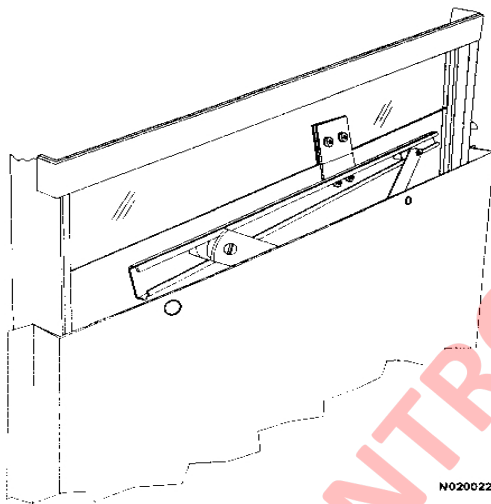

FIGURA 2-7
- Baje cuidadosamente el panel de la puerta unas pocas pulgadas. Sujete el vidrio en la parte superior para evitar que se caiga. Deslice el panel de la puerta hacia la cabina para desenganchar el rodillo del regulador de la ventana (Figura 2-7) del riel en la parte inferior del vidrio. Saque el panel de la cabina para desenganchar el otro rodillo superior y rodillo inferior de sus rieles. Después de desmontar el panel colóquelo en un lugar seguro.
Baje con cuidado el panel de la puerta una pocas pulgadas (Figura 2-7). Mantenga arriba el vidrio para evitar que se caiga. Deslice el panel hacia la cabina, para desprender el rodillo regulador de su riel en la parte inferior del vidrio. Luego deslice el panel, separándolo de la cabina, para desprender el otro rodillo superior y el rodillo inferior de sus rieles. Coloque el panel en un lugar seguro después de sacarlo.
18. Reinstale el soporte del riel del regulador de la ventana como se muestra en la Figura 2-7. Asegúrese que los bujes de nylon y las empaquetaduras queden bien instalados para evitar dañar el vidrio.